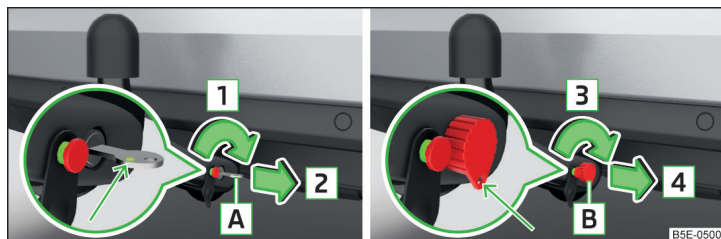

Fig. 183 Blocarea încuietorii: varianta de cheie 1 / varianta de cheie 2
- Rotiți cheia **A** în sensul săgeții **1**, în așa fel încât marcajul verde al acesteia să indice în sus » fig. 183.
- Rotiți cheia **B** în sensul săgeții **3**, în așa fel încât inelul cheii să indice în sus » fig. 183.